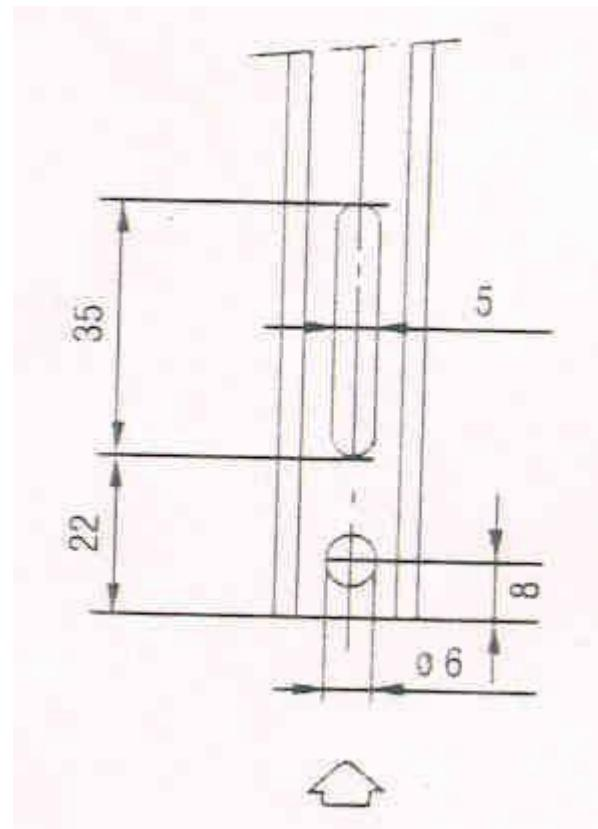

Рис.8
- 1) Проделать отверстия и прорези в тягах, как показано на рис. 8.